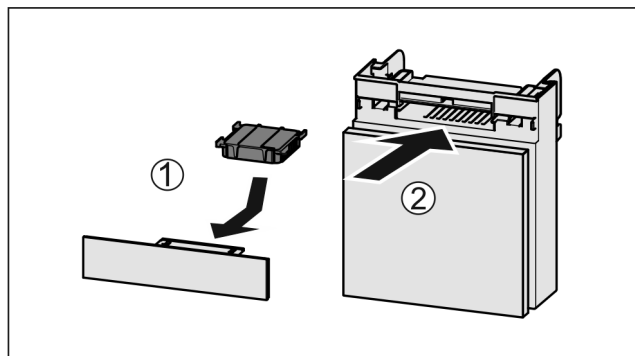

Fig. 188
- Filtr s aktivním uhlím vložte podle vyobrazení Fig. 188 (1).
- Zásuvku zasuněte Fig. 188 (2).